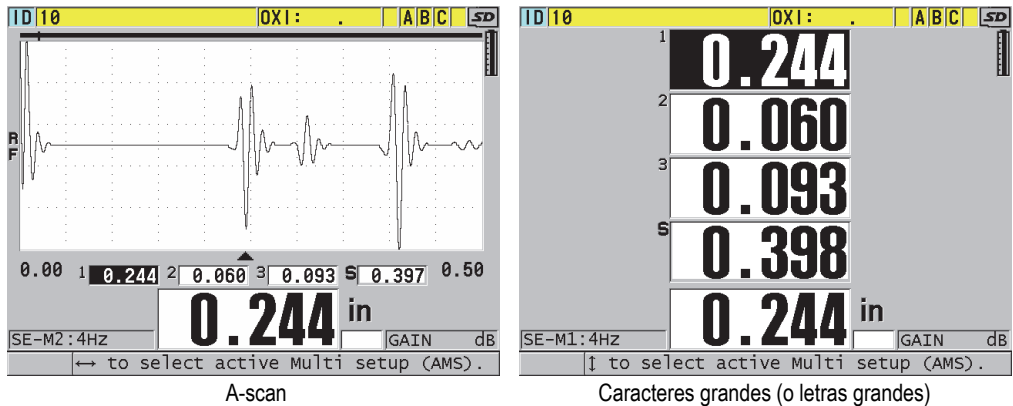
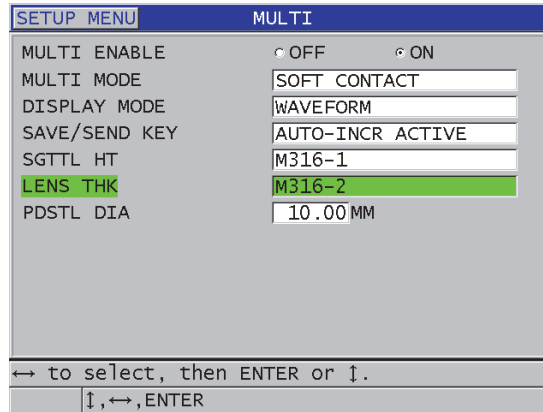

Figura 7-8 Modos de visualización de las múltiples medidas con tres capas y la suma del espesor
Figura 7-9 Configuración de los parámetros de medición múltiple en el modo lente blando
- d) Ajuste el parámetro **MODO VISUALIZACIÓN** [DISPLAY MODE] a (ver Figura 7-8 en la página 124):
5. En la pantalla **MULTI** (ver Figura 7-9 en la página 126):
- a) Ajuste el parámetro **HABILITAR MULTI** (MULTI ENABLE) a **ACTIVADO** (ON).
- c) Ajuste el parámetro **MODO VISUALIZACIÓN** (DISPLAY MODE) a **A-SCAN** (WAVEFORM) o **LETRAS GRANDES** (LARGE FONT) [ver Figura 7-8 en la página 124].